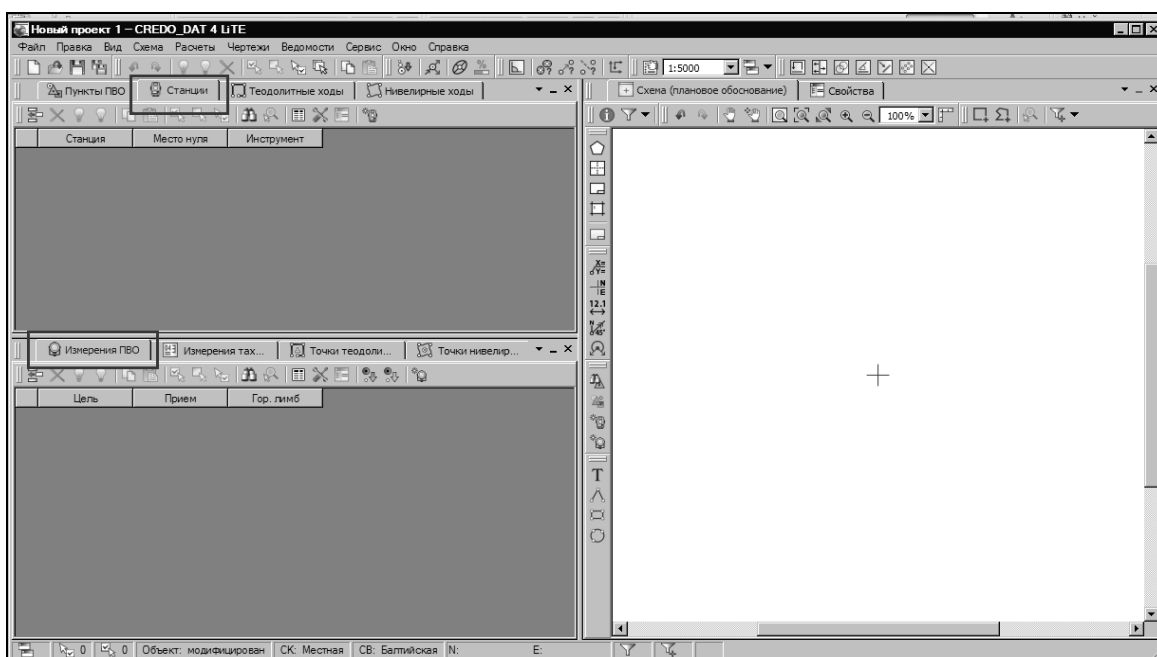

Рис. 1.2. Настройка рабочей области
1. Используя меню ВИД, выполните настройку рабочей области согласно рис. 1.2 и сохраните эту конфигурацию окон с именем «Наземные измерения».